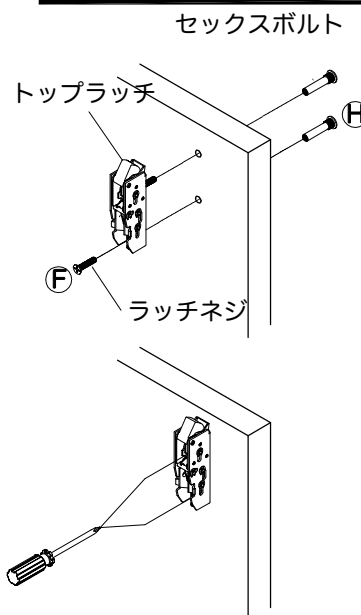

図 1
1. 2本のネジ（セックスボルト）で上部ラッチを取り付けます。デバイスが拘束されことなくラッチされるようにストライクを調整します。図1を参照